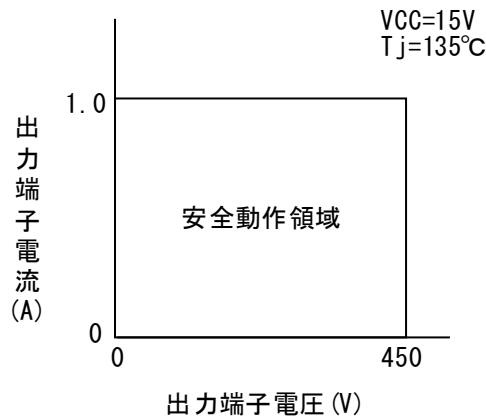

図4.1.1 安全動作領域
出力端子の電圧・電流は、図4.1.1の安全動作領域内で使用してください。
選定においては、 V_{ref1} 、 V_{ref2} のばらつき、 R_s のばらつきおよび、出力 IGBT が OFF するまでの遅延時間 (T_{ref1} 、 T_{ref2}) を考慮し、ご使用の条件に応じて図 4.1.1 の電流値以下としてください。